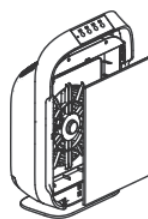

Abb. 4
5. Nehmen Sie den Aktivkohlefilter (4) heraus (Abb.4).